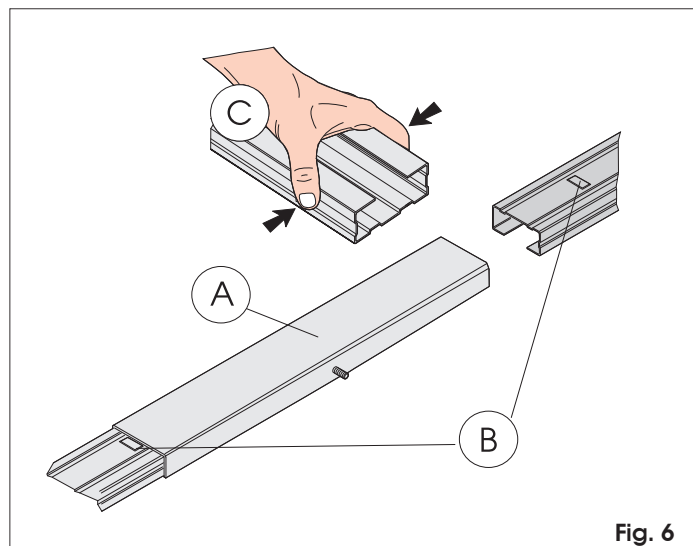

Fig. 6
- 1) Assemblare i due pezzi della guida di scorrimento inserendoli nel giunto centrale (Fig. 6 rif. A) fino a portare in battuta i rilievi metallici di riferimento (Fig. 6 rif. B). Per facilitare l'innesco della guida di scorrimento si consiglia di inserirla nel giunto centrale comprimeandola come indicato in Fig. 6 rif. C. Non utilizzare utensili che potrebbero deformare la guida od il giunto.